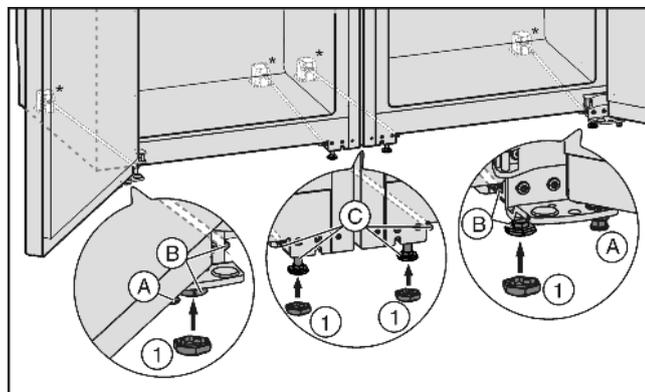

Fig. 4
- ▶ При необходимости полностью закрутите установочные ножки Fig. 4 (A) с передней стороны обоих устройств, чтобы они не касались пола.
- ▶ Насадите колпачки Fig. 4 (1) на четыре передние установочные ножки.
- ▶ Закрутите средние установочные ножки Fig. 4 (C), чтобы они не касались пола.
- ▶ Выровняйте комбинацию с помощью внешних установочных ножек Fig. 4 (B).
- ▶ Опустите средние установочные ножки Fig. 4 (C) пока они не соприкоснутся с полом.
- ▶ После этого подприте подпорками дверь: Опустите установочные ножки Fig. 4 (A) на опорном кронштейне до их соприкосновения с полом, после этого поверните их на 90°.